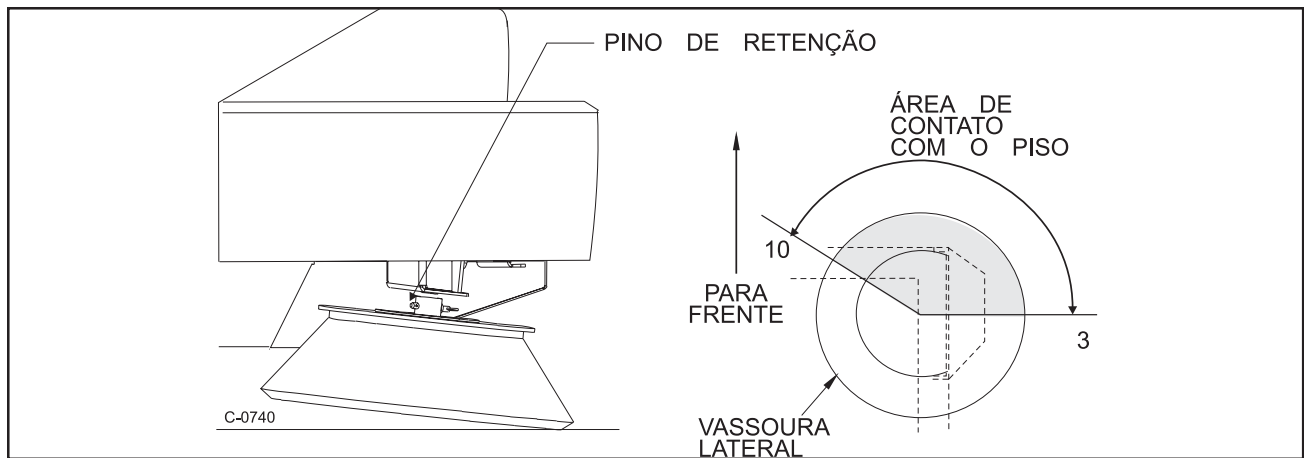

Figura 36
10. Examinando a área de contato com o chão, determine se a altura das vassouras laterais necessita ser ajustada. A vassoura deve fazer contato com o chão como indicado na Figura 36. Ajuste a altura da vassoura lateral caso a área de contato com o chão não coincida com o diagrama.